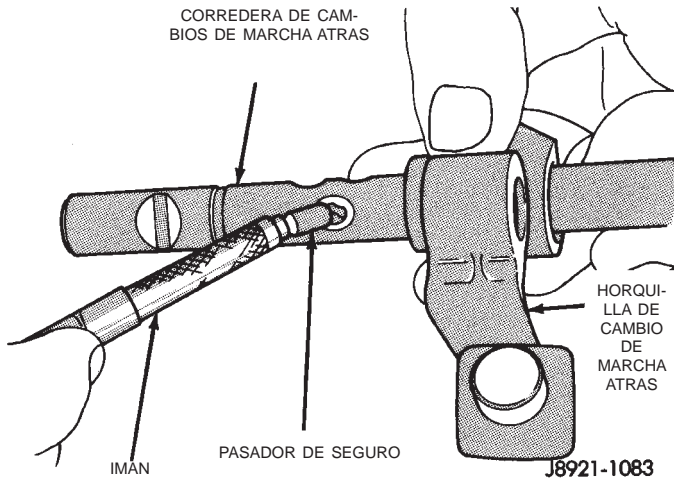

Fig. 79 Desmontaje del pasador de seguro de la corredera de cambios de marcha atrás
(32) Retire el pasador de seguro de la corredera de cambios de marcha atrás (Fig. 79).